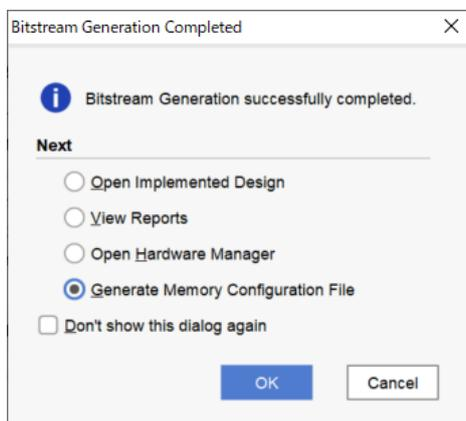

図 4-26 [Bitstream Generation Completed]
(16) [Bitstream Generation Completed]のポップアップが出たら bit ファイル生成終了です。続いて[Generate Memory Configuration File]のラジオボタンを選択し、[OK]をクリックして MCS ファイルの生成へ移ります(図 4-26)。